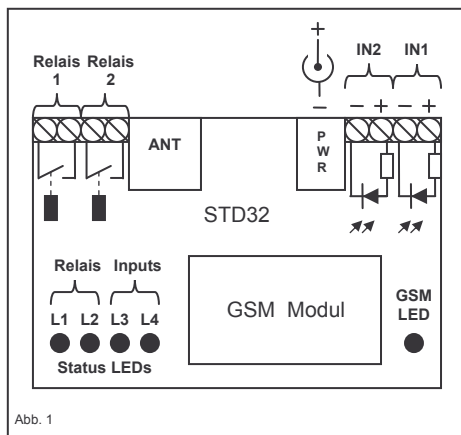

Abb. 1
- Betreiben Sie das STD32 nur mit einer Betriebsspannung zwischen 5-32V Gleichstrom und beachten Sie die Polarität! (siehe Abb.1) Die Stromquelle muss mindestens 500 mA liefern können. Verwenden Sie ein Netzgerät als Spannungsquelle, so muss dies unbedingt den VDE-Vorschriften entsprechen!
Wie in Abb. 1 dargestellt, verfügt das STD 32 über vier Schraubklemmenpaare. Zwei Paare (In1, In2) sind die Eingänge zu zwei Optokopplern. Die anderen zwei Paare (Relais1, Relais2) sind die Ausgänge (Schalter) der 2 Relais auf dem STD32.